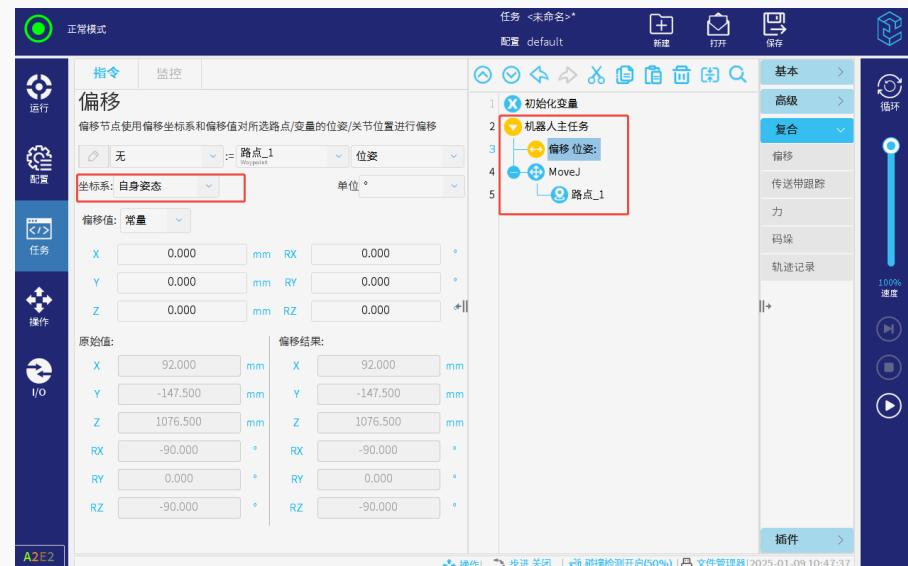

图 3-119: 自身姿态坐标系设置
- 由于机器人的姿态坐标系近乎等同于机器人实时的工具坐标系，因此只需指定“自身姿态”坐标系，无需限制偏移节点的位置，系统将按照该路点的预设位姿或实际位姿的姿态坐标系直接执行偏移，如图 3-119 所示。